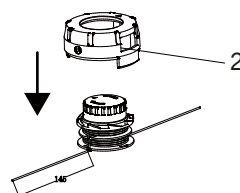

Fig. 12
2. Tout en appuyant sur les deux boutons de verrouillage de la bobine, retirez le capuchon de la bobine (2) du boîtier de la bobine (Fig. 12).